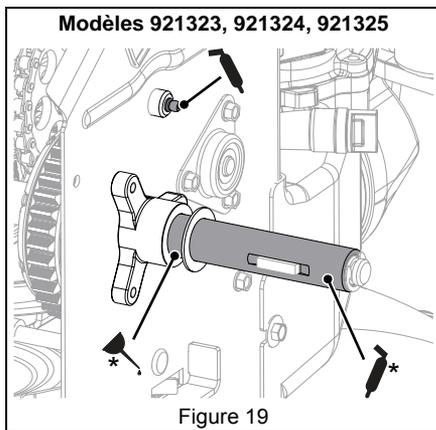

Figure 19
2. Lubrifier comme indiqué sur les Figures 19, 20 et 21.